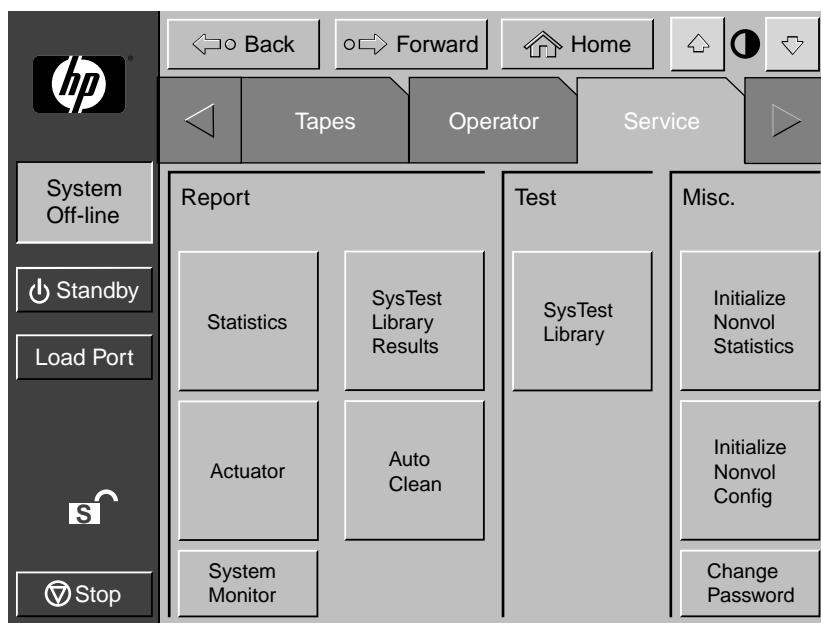

図5-2: [Service]画面
2. 正しいServiceパスワードを入力して、[Service]画面にアクセスします(図5-2を参照)。デフォルトのServiceパスワードは5678です。